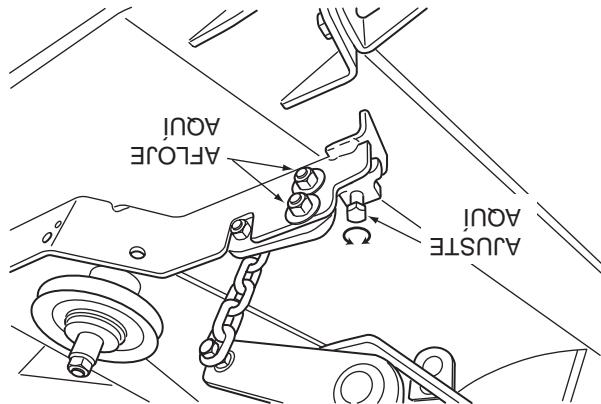

Figura 6-4. Ajuste del nivel de la plataforma de corte
1. En el lado izquierdo frontal de la plataforma de corte ubique el soporte de ajuste de nivel de la plataforma de corte. Vea la Figura 6-4.